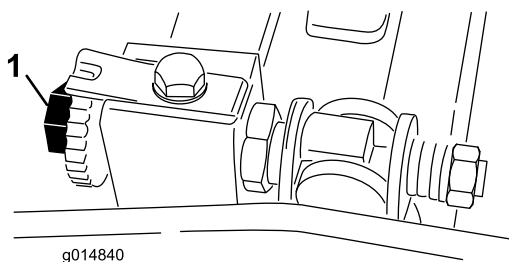

Figura 45
2. Não deixe que haja contacto com o cilindro, rodando os parafusos de ajuste da barra de apoio no sentido contrário ao dos ponteiros do relógio (Figura 45).
ligeiramente o cilindro para a frente, rode o parafuso de ajuste da barra de apoio no sentido dos ponteiros do relógio na mesma extremidade do cilindro, uma posição de cada vez, até que o papel esteja ligeiramente apertado, quando inserido pela parte dianteira, paralela à lâmina de corte, o que resulta num ligeiro puxão quando o papel é empurrado (Figura 45).